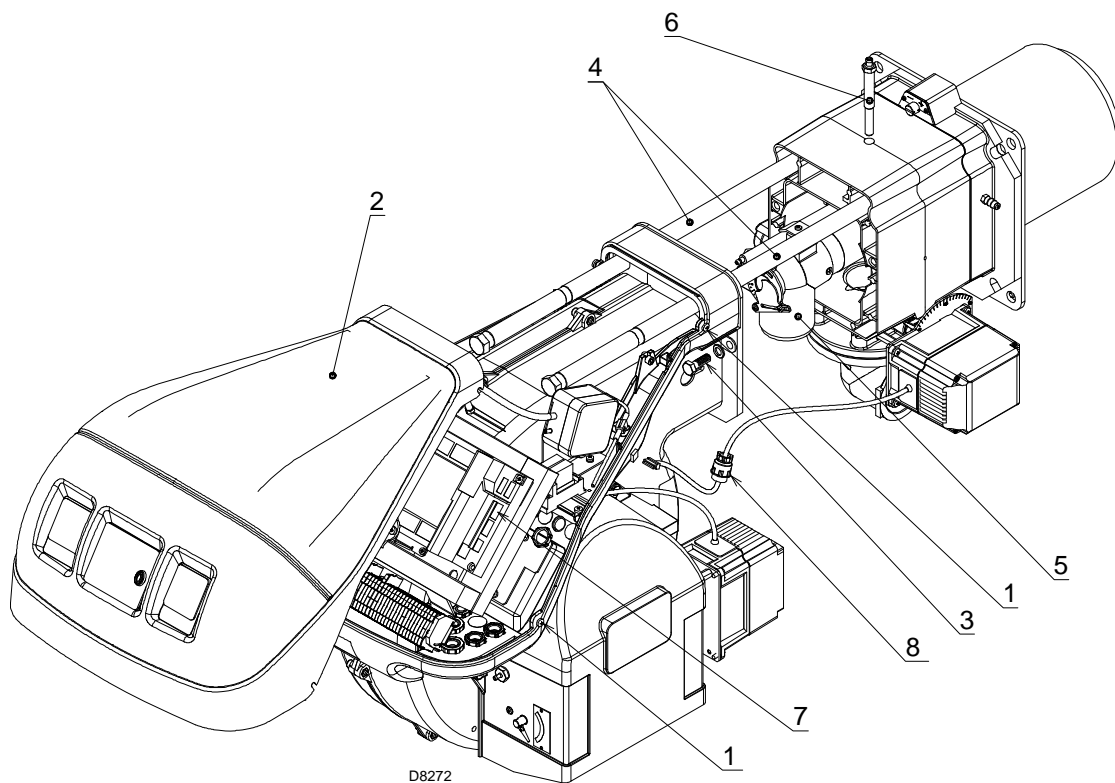

Fig. 38
If in doubt, disassemble the elbow 5) (Fig. 38).
- Loosen the 4 screws 1) (Fig. 38) and remove the hood 2).
- Connect the servomotor plug 7) (Fig. 38) and tighten the cable grommet 8).